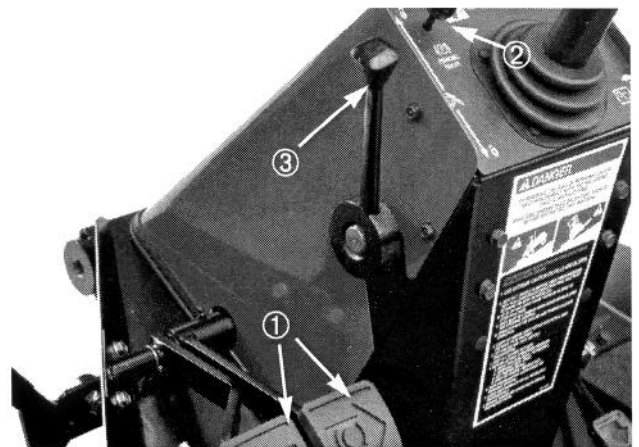

Figure 17
**Pédales de frein** (Fig. 17)—Deux pédales en bas à gauche actionnent les freins de roues individuels pour faciliter le braquage, pour se garer et pour une meilleure traction sur pente. La goupille de blocage est destinée au stationnement.
**Verrou du frein de stationnement** (Fig. 17)—Un bouton situé à gauche de la console actionne le verrou du frein de stationnement. Pour enclencher le frein de stationnement, connecter les pédales avec la goupille de blocage, appuyer sur les deux pédales et tirer le verrou du frein. Pour relâcher le frein de stationnement, appuyer sur les deux pédales jusqu'à ce que le verrou se rétracte.
**Levier d'inclinaison du volant** (Fig. 17)—Levier à gauche de la console pour régler le volant en fonction du confort de l'utilisateur.